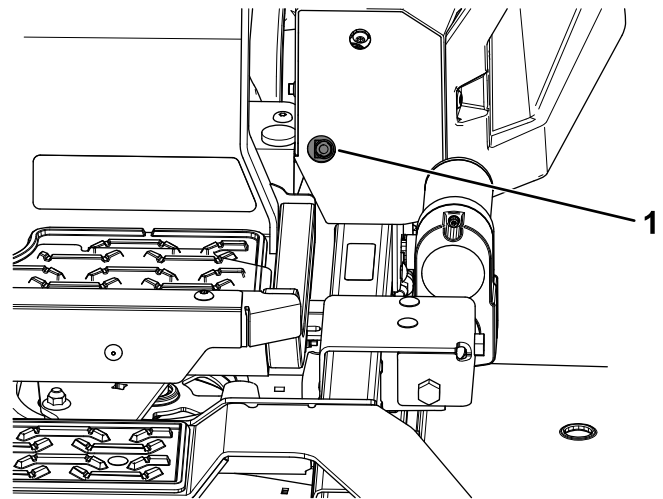
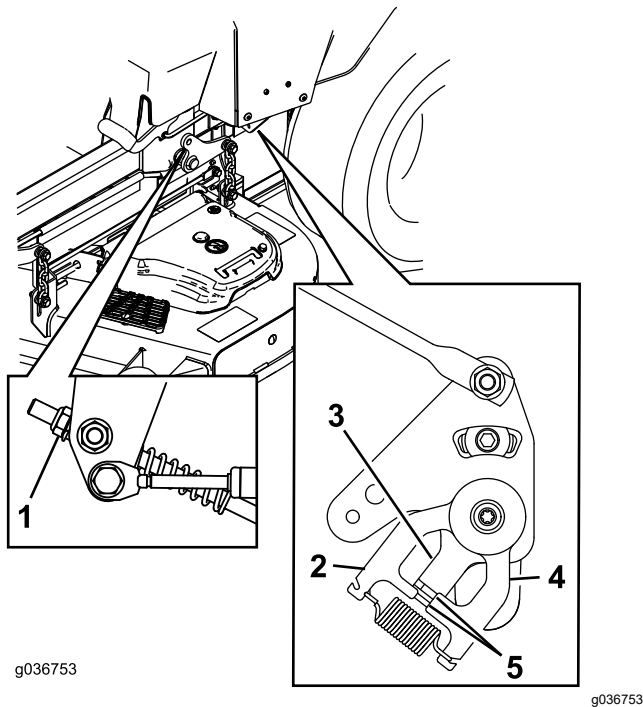

Figura 69
Figura 70
11. Ajuste la longitud de las varillas de control de las bombas girando la tuerca en el sentido apropiado, hasta que las ruedas se muevan ligeramente en marcha atrás (Figura 69 y Figura 70).